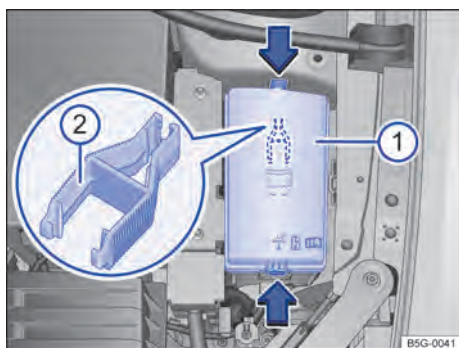

Fig. 169 No compartimento do motor: cobertura ❶ da caixa de fusíveis com pinça de plástico ❷.
→ Fig. 169 ❶, para destravar a cobertura da caixa de fusíveis.
No lado interno da cobertura da caixa de fusíveis no compartimento do motor pode haver uma pinça de plástico → Fig. 169 ❷ para a retirada dos fusíveis.
❶ NOTA